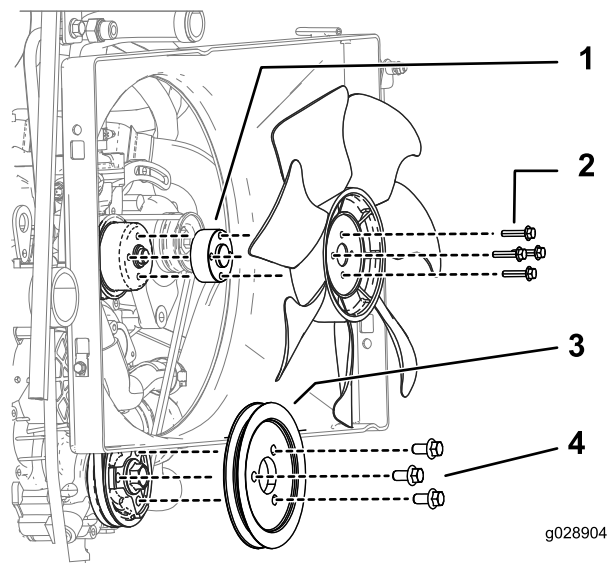

Figura 4
1. Montate il distanziale del ventilatore e la puleggia come mostrato nella Figura 4.